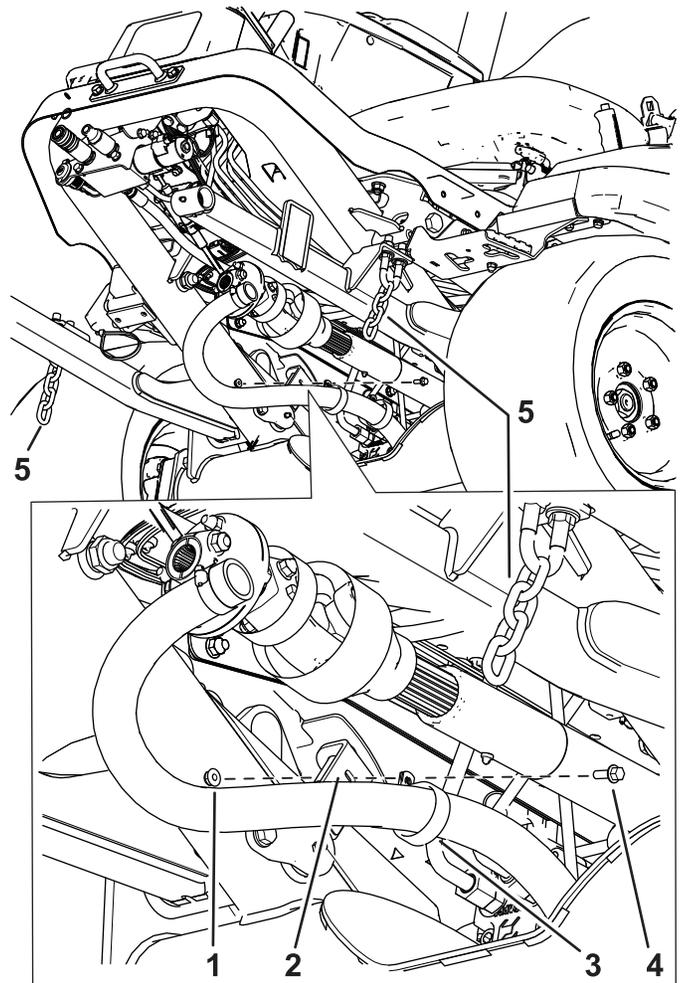

Figura 17
6. Instale la abrazadera en R en el soporte de la máquina con un perno ( $\frac{1}{4}$ " x  $\frac{3}{4}$ " ) y una tuerca con arandela prensada ( $\frac{1}{4}$ "); consulte la Figura 17.
- 12. Utilice bridas para sujetar las cadenas a las abrazaderas (Figura 17).